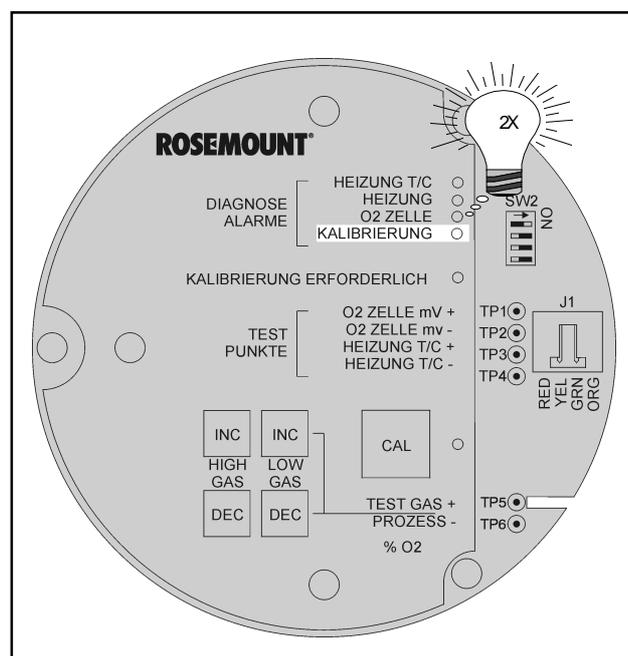

Abbildung V-15 Fehlercode 15 - letzte Kalibrierung fehlerhaft
- ❑ Wird durch das Keypad oder der HART/AMS-Software kein Fehler angezeigt, so ist die Kalibrierung wahrscheinlich durch zu niedrigen Vor- druck der Prüfgase fehlgeschlagen. Benutzen Sie Tabelle V-2 sowie Abbildung V-15 zur Fehler- suche.